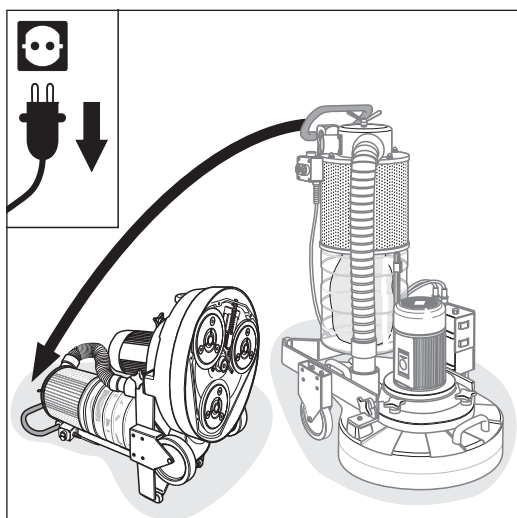
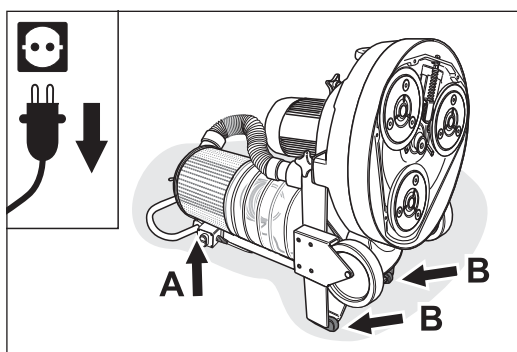

Abb. 105 Mit beiden Händen an den Haltebügel greifen und die Maschine vorsichtig nach hinten kippen.
Abb. 106 Die Maschine muss am Führungsrohr (A) und an den beiden Schutzgummis (B) aufliegen. **Auf einen sicheren Stand der Maschine achten!**
- 10** Greifen Sie mit beiden Händen an den Haltebügel und kippen Sie die Maschine vorsichtig nach hinten (Abb. 105), bis die Maschine auf dem Führungsrohr (Abb. 106, **A**) und den beiden Schutzgummis am Rahmen des Fahrgestells (Abb. 106, **B**) aufliegt.